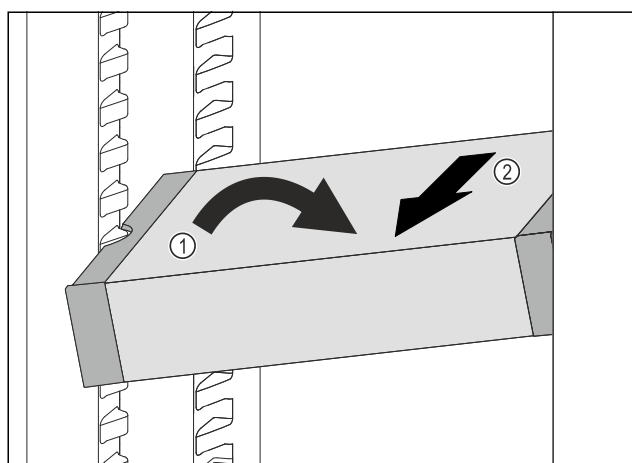

Fig. 58
- ▶ VarioSafe ustawić w chłodziarce pod skosem. Fig. 58 (1)
- ▶ VarioSafe wyjąć do przodu. Fig. 58 (2)